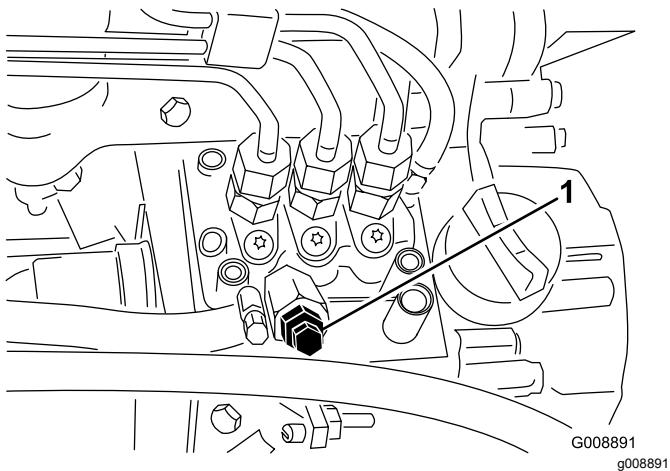

Рисунок 48
- Выверните винт стравливания воздуха из насоса для впрыска топлива (Рисунок 48).